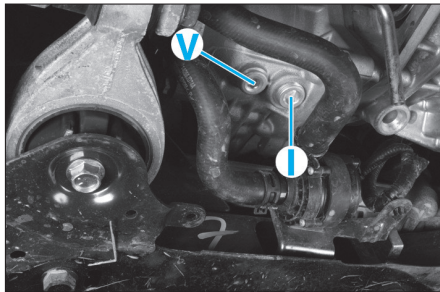

Fig. 1
- le bouchon de vidange (V) (Fig.1).